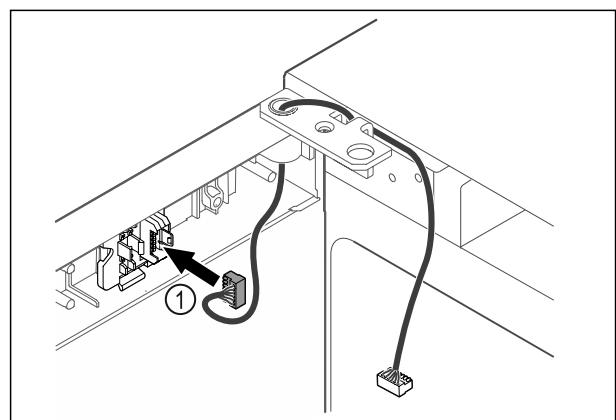

Fig. 45
- Ievietojiet spraudni Fig. 45 (1) spraudņa turētājā.